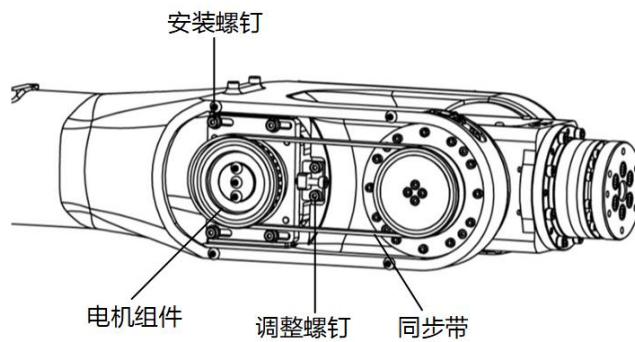

图 12-12 拆卸同步带
- 步骤5. 拆卸电机座四颗 M4 螺钉，如图 12-12 所示。